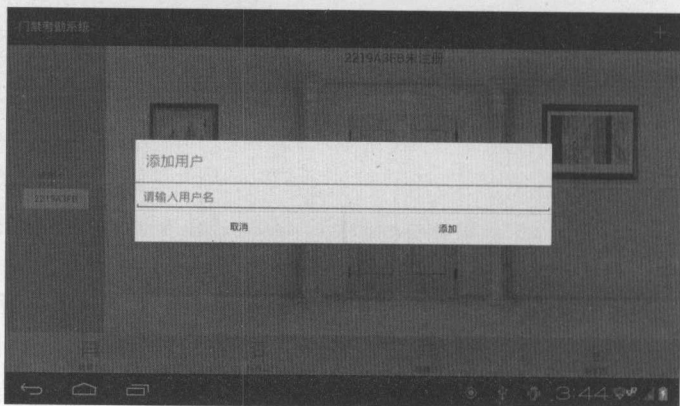

图 4.29 添加对应的用户名
(4) 长按屏幕上方的 TextView 控件，会弹出对话框，提示输入与此射频卡对应的用户名，如我是员工 1，如图 4.29 所示。